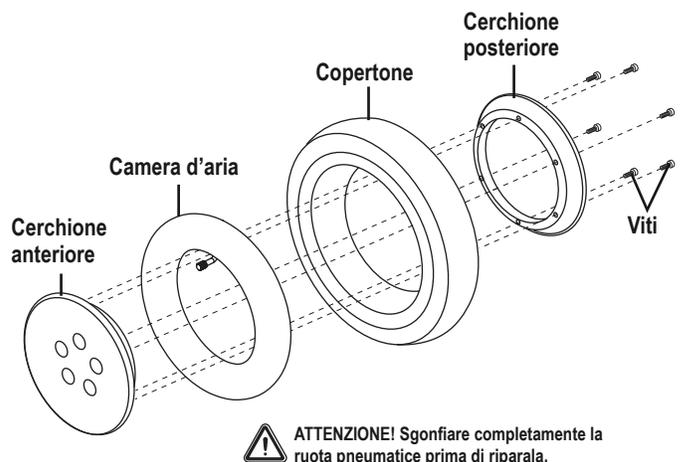

Figura 13. Ruota motrice smontata
6. Rimuovere le viti che fissano i cerchi. **Vedere figura 13.**
10. Reinstallare il coprimozzo, se applicabile, quindi reinstallare i tre (3) o cinque (5) dadi della ruota sul mozzo della ruota e serrare.